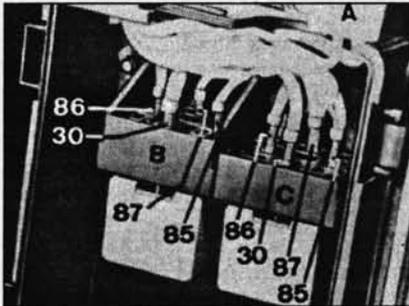

Рис. 4.44 Реле
- проверьте реле, (см. Рис. 4.44)